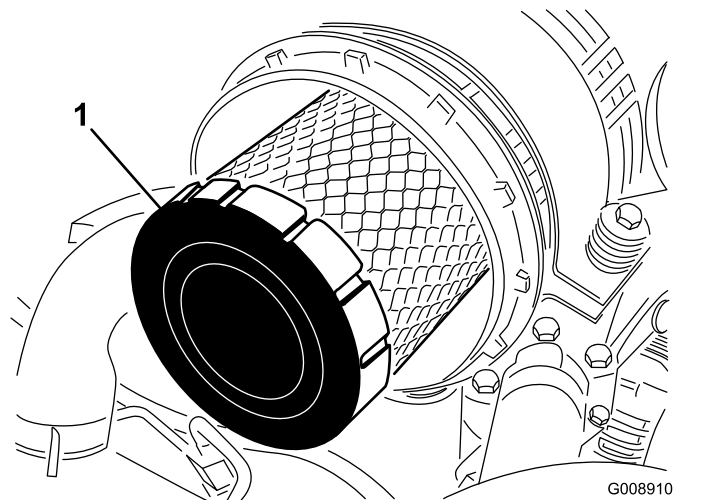

Figure 97
4. Déposez le préfiltre (Figure 97).